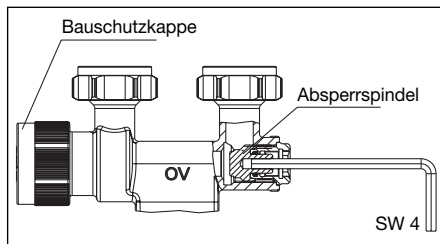

Abb. 6 Absperrn
4. Absperrspindel mit Sechskantschlüssel SW 4 durch Rechtsdrehen schließen (s. Abb. 6).
2. Die Absperrspindel mit Sechskantschlüssel SW 4 durch Linksdrehen bis Anschlag öffnen (s. Abb. 6). Heizkörper entlüften.